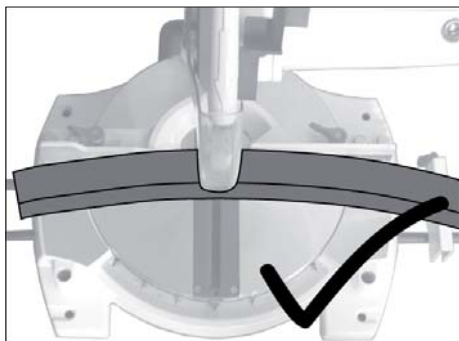

Рис. 6
- Кривые или изогнутые заготовки должны быть установлены так, чтобы точка распила заготовки упиралась в упор для заготовки (Рис. 6).